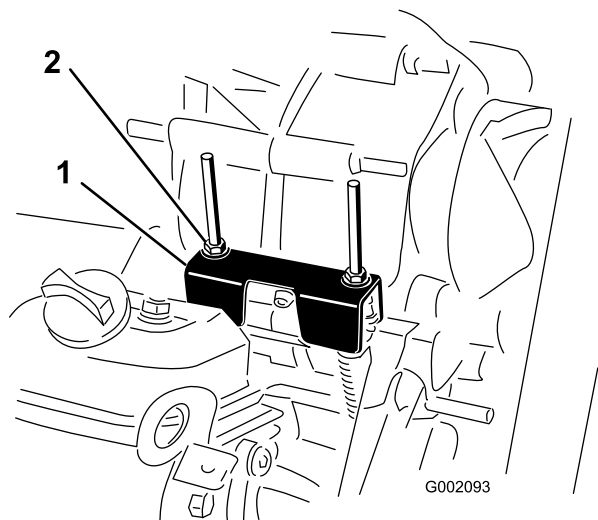

Figura 28
Sempre que for necessário efectuar operações de manutenção programada e/ou diagnósticos do motor, deverá colocar a alavanca de mudanças na posição de ponto morto (Figura 28). A alavanca de mudanças do veículo possui uma posição de ponto morto que controla a posição neutra do eixo transversal. Deverá executar as seguintes operações para se certificar de que a alavanca de mudanças controla a posição neutra do eixo transversal de forma correcta:
2. Certifique-se de que o suporte neutro está na posição neutra (nível do suporte do cabo ao capot situado por baixo do suporte das mudanças), rodando a embraiagem (Figura 28). O veículo não deve andar, nem para a frente, nem para trás. Se isso acontecer, coloque manualmente a embraiagem na posição neutra.
3. Aperte uma das porcas de bloqueio (Figura 28) para atingir uma folga de 0,76 - 1,52 mm.